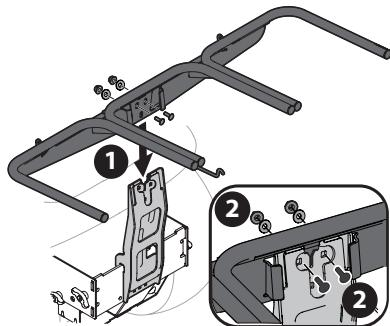

Figura 6
- Instale (1) y asegure (2) el conjunto de suspensión (683-04498B) al soporte vertical utilizando dos pernos de carro (710-0276), dos arandelas de copa (736-0242) y dos tuercas de seguridad (712-04063) del paquete de herrajes (689-02364). No lo apriete demasiado. Véase Figura 6.